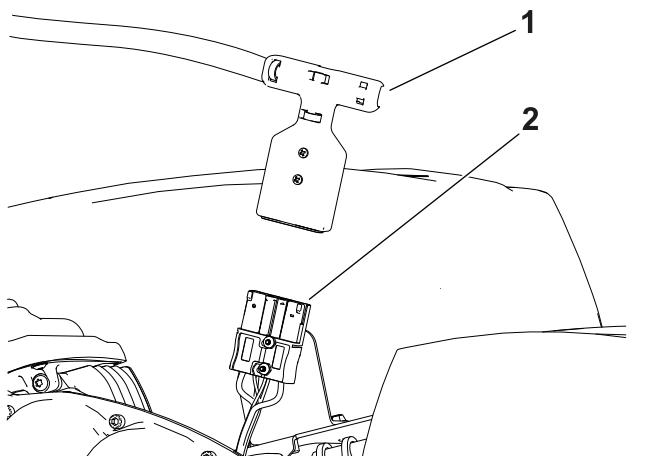

Figura 34
5. Desconecte la batería tirando del conector del asa en T para sacarlo del conector de alimentación principal (Figura 34)